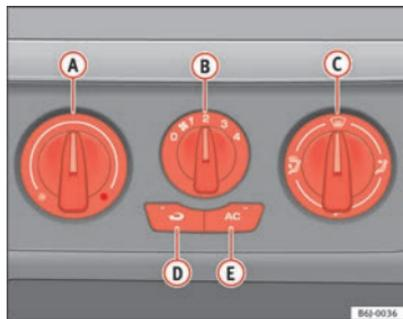

Fig. 87 Comandos do aquecimento no painel de instrumentos
- Rodar o regulador da temperatura ⇒ fig. 87 **A** para a esquerda.
- Rodar o regulador da temperatura ⇒ fig. 87 **A** para a direita, até ser atingido o nível de aquecimento pretendido.
- Rodar o regulador da temperatura ⇒ fig. 87 **A** para a direita, até ao nível máximo de aquecimento.
- Rodar o regulador da temperatura ⇒ página 123, fig. 87 **A** para a zona do aquecimento.